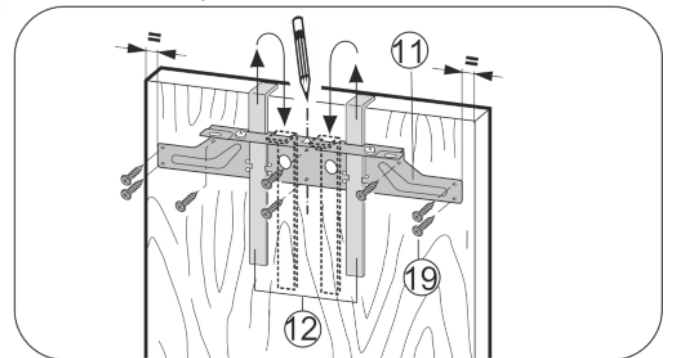

Fig. 18
- ▶ Accrocher la traverse de fixation Fig. 18 (11) avec les gabarits de montage Fig. 18 (12) du côté intérieur de la porte du placard.
- ▶ Aligner la traverse de fixation Fig. 18 (11) sur le milieu de la porte.*
- ▶ Visser la traverse de fixation *Fig. 18 (11)* en utilisant au moins 6 vis *Fig. 18 (19)*.
- ▶ Visser la traverse de fixation *Fig. 18 (11)* en fixant 4 vis *Fig. 18 (19)* au bord.
- ▶ Tirer les accessoires de montage *Fig. 18 (12)* vers le haut et les enfoncer pivotées dans les trous situés à côté.